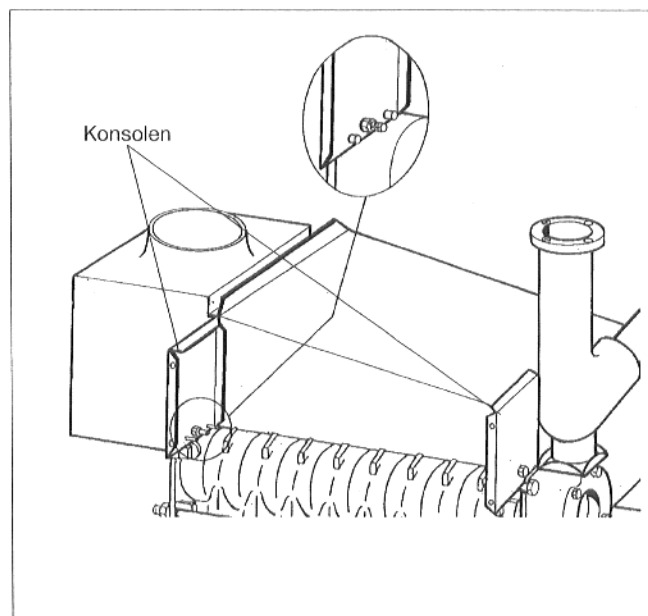

Abb.25
- Die 4 Konsolen (gehört zum Lieferumfang Verkleidung) auf den 4 Endgliedern (Innenseite) mit einer Schraube (mit angepreßter Scheibe und Mutter) montieren (Abb. 25, offene Seite nach Innen).